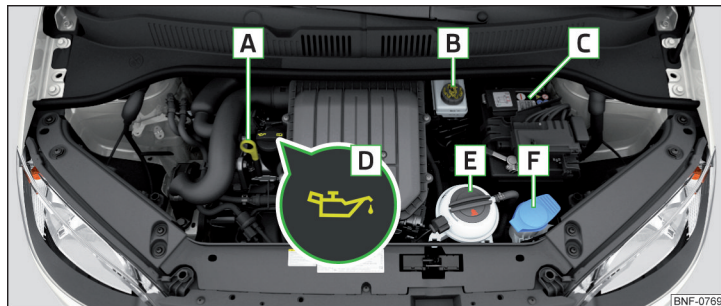

Bild 107 Principskiss: Motorrum
Placering i motorrummet » bild 107
- Skruva av locket till påfyllningsöppningen för motorolja » bild 107 på sidan 104.